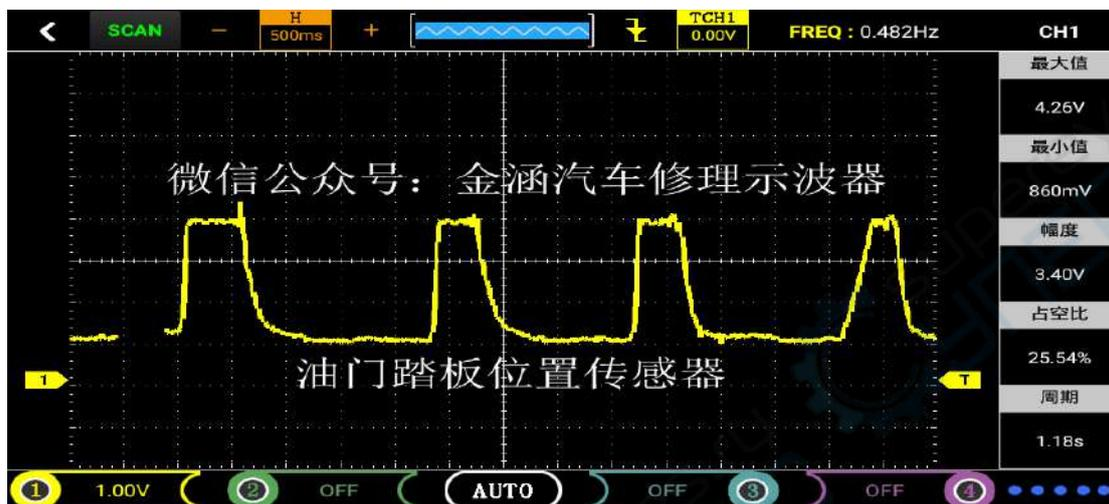

图18
- ①同曲轴位置传感器。
- ②进入主菜单界面后选择“传感器”，然后进入子菜单点击选中“油门踏板”，进入二级子菜单点击“滑动变阻式”、“霍尔式”或“电涡流式”即可进入示波器界面。（注：如示波器界面卡住，等待几秒即可进入）
- ③将探头接到示波器CH1且探头调置1X档，然后接地夹接到信号地或搭铁
- ④由于示波器“油门踏板”功能已默认好设置（探头档1X，时基档500ms）只需将探头接到对应的信号即可直观的显示波形，如图18（注：由于处于“SCAN”扫描模式需要耐心等待波形扫描出来）
- ⑤点击“CH1”，可以查看各项数值和配置（配置已默认）
- ⑥显示的波形可以自行通过调节时基、垂直伏/格和触发方式实现自己的需求（时基、垂直伏/格和其他的具体操作方法请参考通用示波器操作）